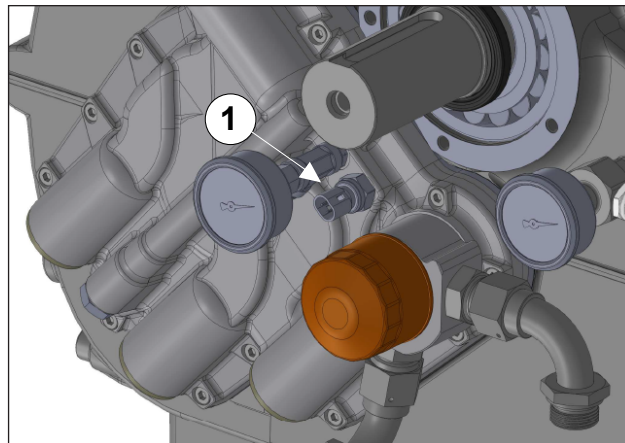

Fig. 135
Montare il sensore temperatura olio (pos. ①, Fig. 135).